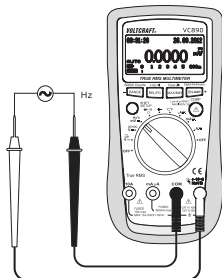

Abb. 4
1. Schalten Sie das DMM ein und wählen den Messbereich „mV  $\sim$  Hz %“. Drücken Sie die SHIFT/SETUP-Taste (3) bis im Display „Hz“ erscheint.
2. Stecken Sie die rote Messleitung in die  $\text{CH2V}\Omega$ -Messbuchse (7), die schwarze Messleitung in die COM-Messbuchse (8) (Abb. 4).